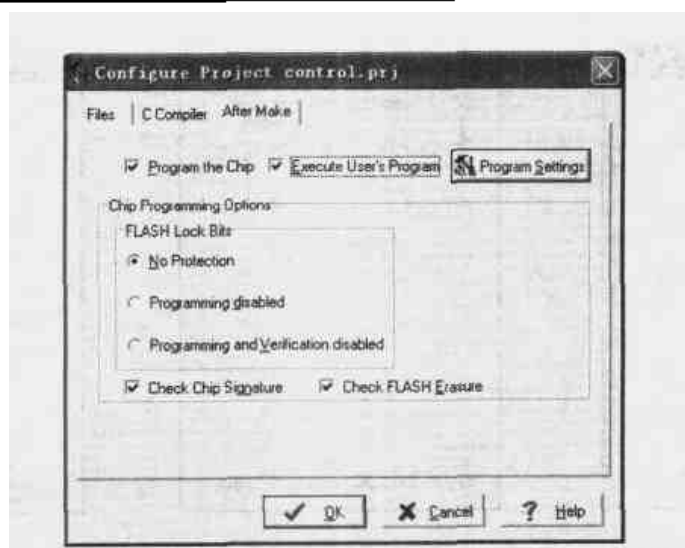

图 7.19 After Make 设置
- “After Make”页面如图 7.19 所示，该页面主要设置在工程编译结束后 CVAVR 执行的动作。